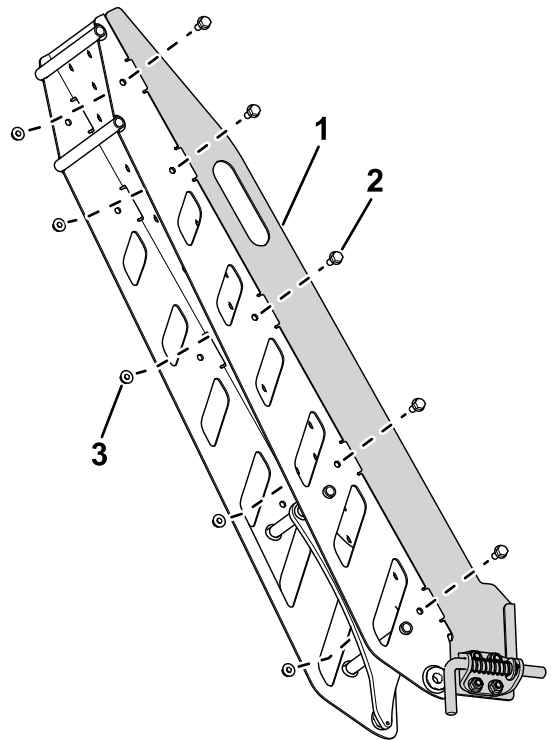

Figure 10
2. Fixez la plaque de guidage sur la rampe à l'aide de 10 boulons (5/16" x 3/4") et 10 écrous Nyloc (5/16") (Figure 10).